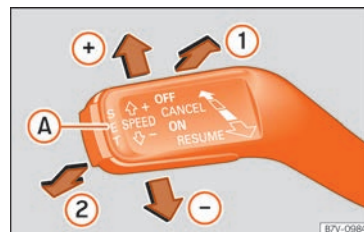

Fig. 49 A la izquierda de la columna de la dirección: conmutador y mandos de manejo del GRA.
- Conectar el GRA: sitúe la palanca en **ON** ① »»» fig. 49. El sistema se enciende, pero no regula por no tener programada ninguna velocidad.
- Activar el GRA: pulse el botón **SET** A »»» fig. 49. Memoriza y regula velocidad actual.
- Desconectar el GRA temporalmente: mueva la palanca hasta **CANCEL** ② »»» fig. 49 y suéltela o pise el freno o el embrague. La regulación se desconecta temporalmente.
- Conectar el GRA de nuevo: mueva la palanca hasta **RESUME** ① »»» fig. 49 y suéltela. La
- Desconectar el GRA: mueva la palanca hasta la posición **OFF** **» fig. 49**. Se desconecta el sistema y la velocidad memorizada se borra.